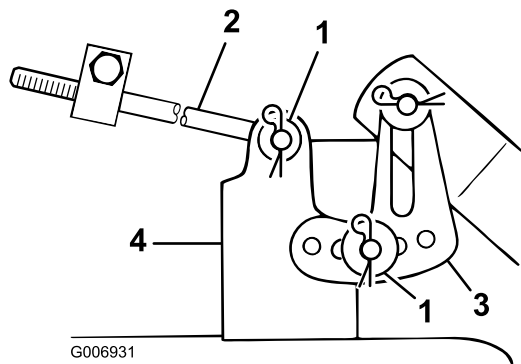

Figure 39
9. Enlevez la goupille fendue et la rondelle de l'extrémité de la longue tige (Figure 39) et glissez la tige hors du support du plateau.
10. Enlevez la goupille fendue et la rondelle de la patte de mise à niveau du plateau de coupe (Figure 39). Dégagez la patte de l'axe de montage et remettez la rondelle et la goupille fendue en place pour ne pas les perdre.